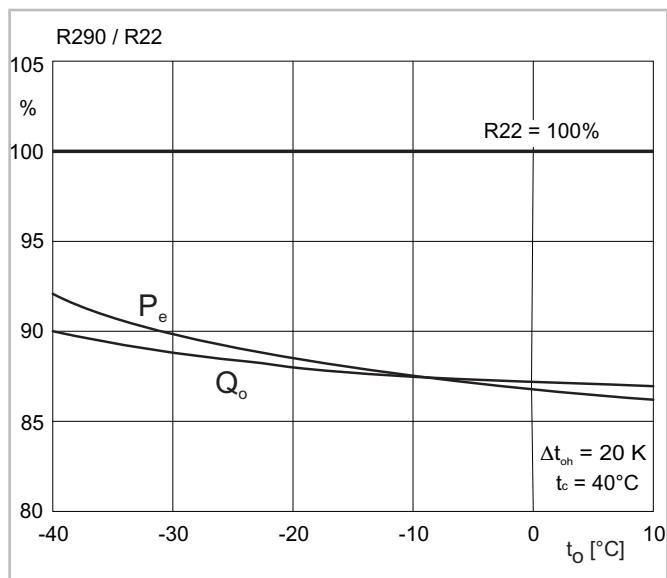
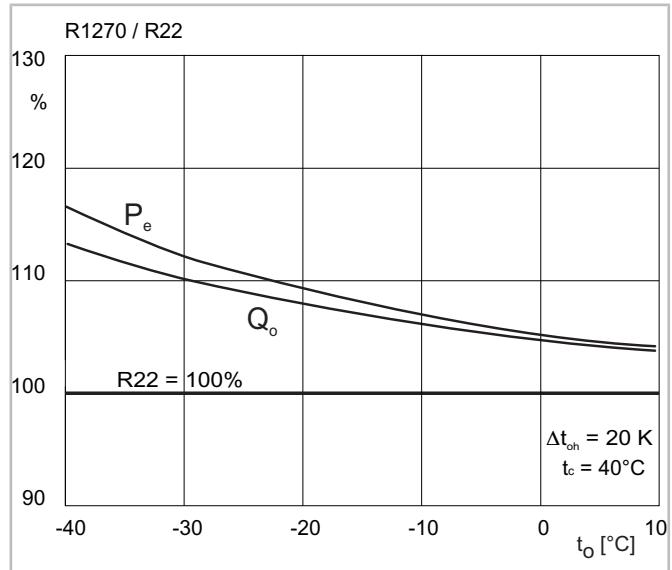

Fig. 7: Comparaison des performances R290/R22 pour compresseurs à piston hermétiques accessibles refroidis par gaz d'aspiration
Fig. 8: Comparaison des performances R1270/R22 pour compresseurs à piston hermétiques accessibles refroidis par gaz d'aspiration
- En ce qui concerne les coefficients de performance (COP), les R290 et R1270 ne diffèrent que peu du R22 (voir figure 7, page 44 et voir figure 8, page 44) et sont donc plus appropriés que les R404A/R507A pour la réfrigération à moyenne température et la climatisation.,